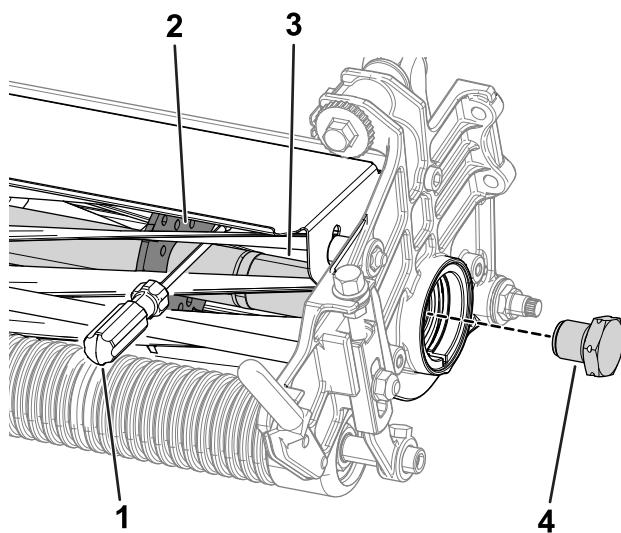

Figura 28
1. Insira um pé de cabra de cabo longo (recomendado $\frac{3}{8}$ x 12 pol. com pega de chave de parafusos) através da parte da frente do cilindro de corte, o mais próximo do lado da unidade de corte que irá apertar (Figura 28).
2. Coloque o pé de cabra contra o lado soldado da placa de suporte do cilindro (Figura 28).